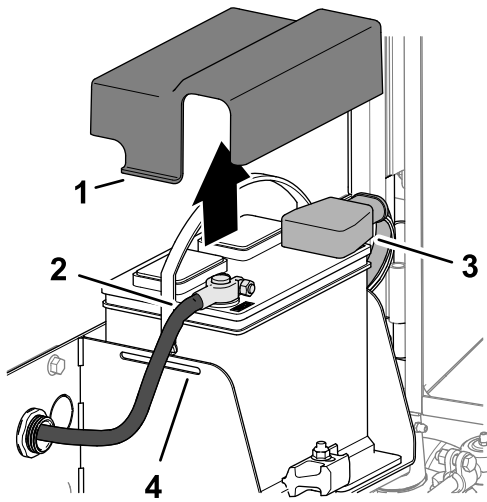

Figura 91
3. Presione los lados de la tapa de la batería y retire la tapa de la bandeja de la batería (Figura 91).